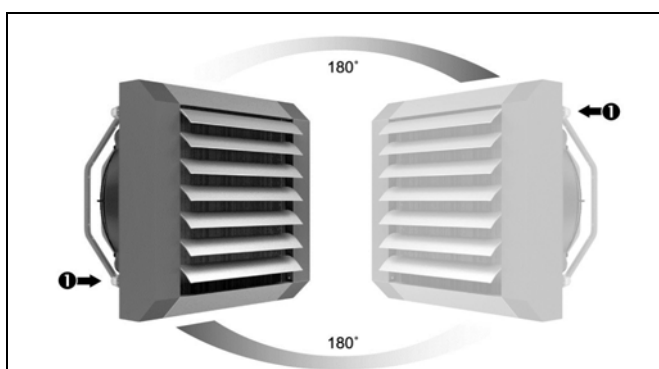

Figura 9
Le ventilanti sono realizzate con le connessioni idrauliche sul lato destro ❶ guardando le ventilanti da dietro. Se fosse necessario impiantisticamente avere le connessioni idrauliche sul lato sinistro, è possibile ruotare la ventilante (come in Figura 9). In tal caso però sarà necessario rimuovere la valvola di sfiato automatico sul tubo di uscita dell'acqua dalla ventilante (sostituendola con un tappo) e provvedere a realizzare un sistema di sfiato dell'aria sulla tubazione idraulica di alimentazione della ventilante.